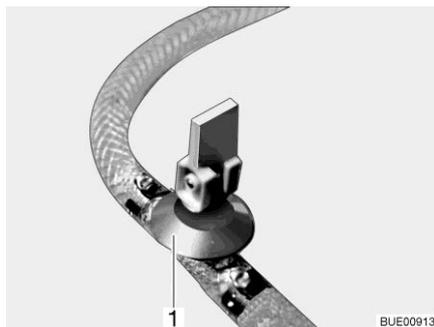

Fig. 220 Llave de desagüe
- Cerrar la(s) llave(s) de desagüe. Colocar para ello el balancín (Fig. 220,1) en posición horizontal.
- Abrir la(s) llave(s) de desagüe (Fig. 220). Colocar para ello el balancín (Fig. 220,1) en posición vertical. La caldera se vacía hacia fuera.